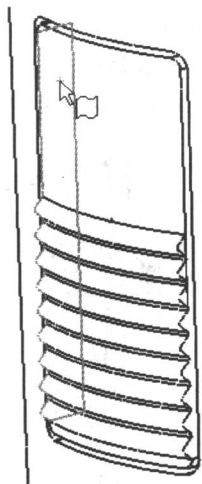
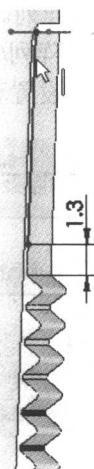

图 1-25 选择面
图 1-26 草图 9
(10) 绘制草图 9。选择如图 1-25 所示的面，单击→，用“直线”工具绘制出如图 1-26 所示的草图 9，注意“重合”约束，单击图标按钮退出草图绘制。